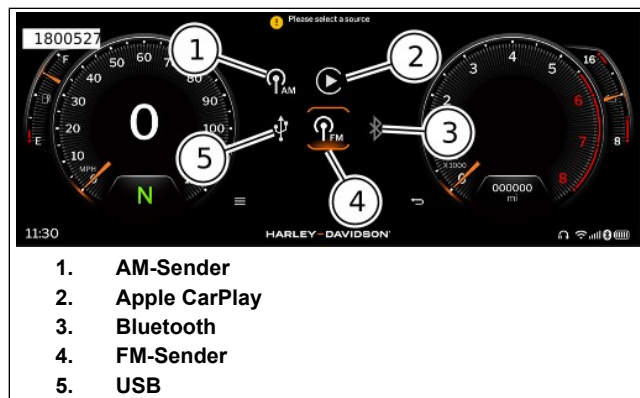

Abbildung 73. Quelle auswählen
Siehe Abbildung 73. Die gewünschte Medienquelle durch Drücken der OK/Eingabe-Taste (5) am LHCM oder Antippen des Symbols auf dem Bildschirm auswählen.